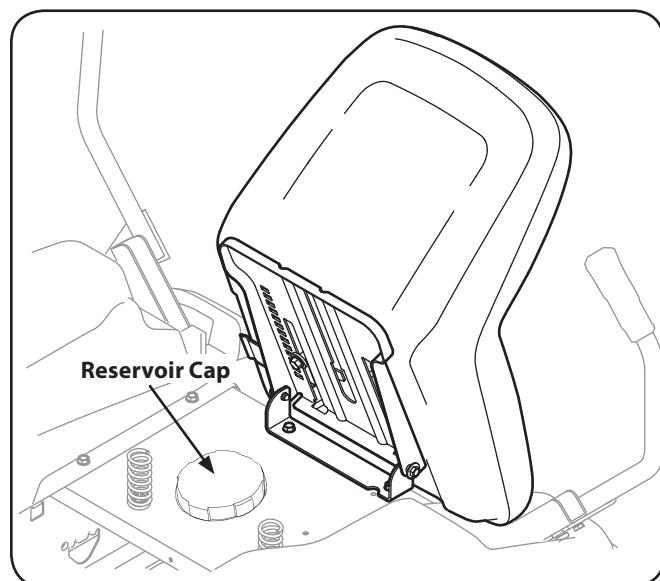

Figure 6-2
3. Tirez sur le collier de blocage de l'adaptateur et poussez l'adaptateur sur l'ajutage du plateau de coupe sur le côté gauche du plateau de 42 po ou sur les ajutages sur d'un côté ou de l'autre du plateau de coupe de 50 po. Lâchez le collier pour bloquer l'adaptateur sur l'ajutage. Voir la Figure 6-2.
1. Relevez le siège du conducteur et nettoyez le capuchon du réservoir et ses alentours pour empêcher que la contamination de l'huile de la transmission par des débris. Voir la Figure 6-2.